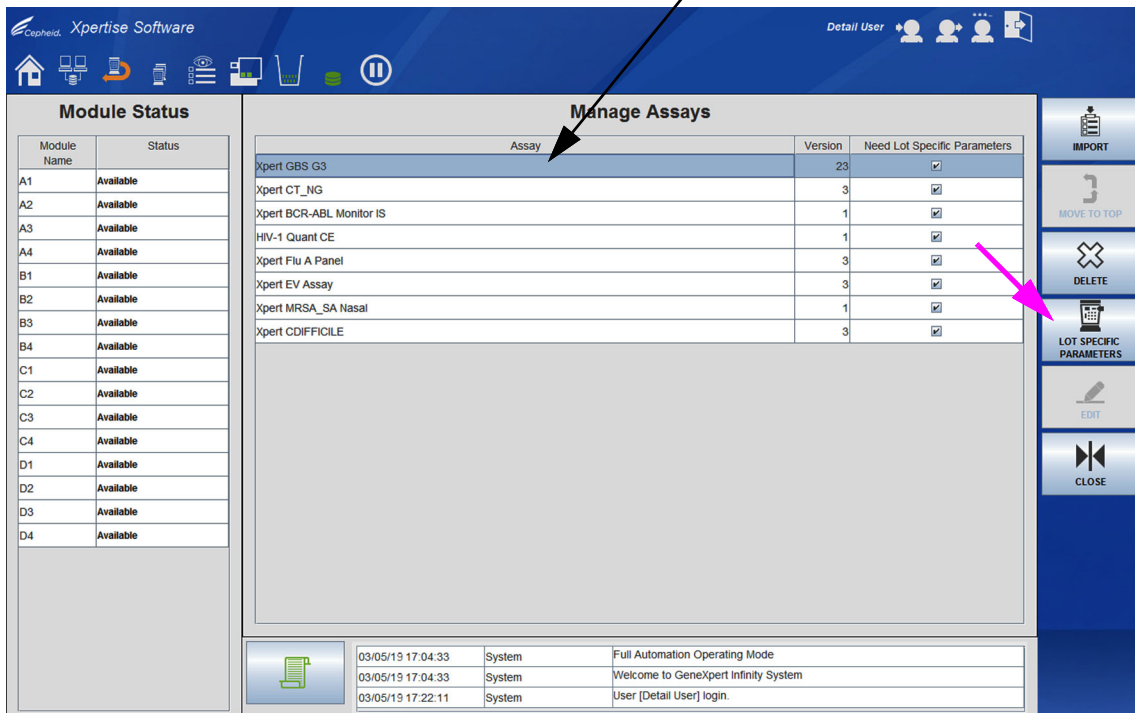
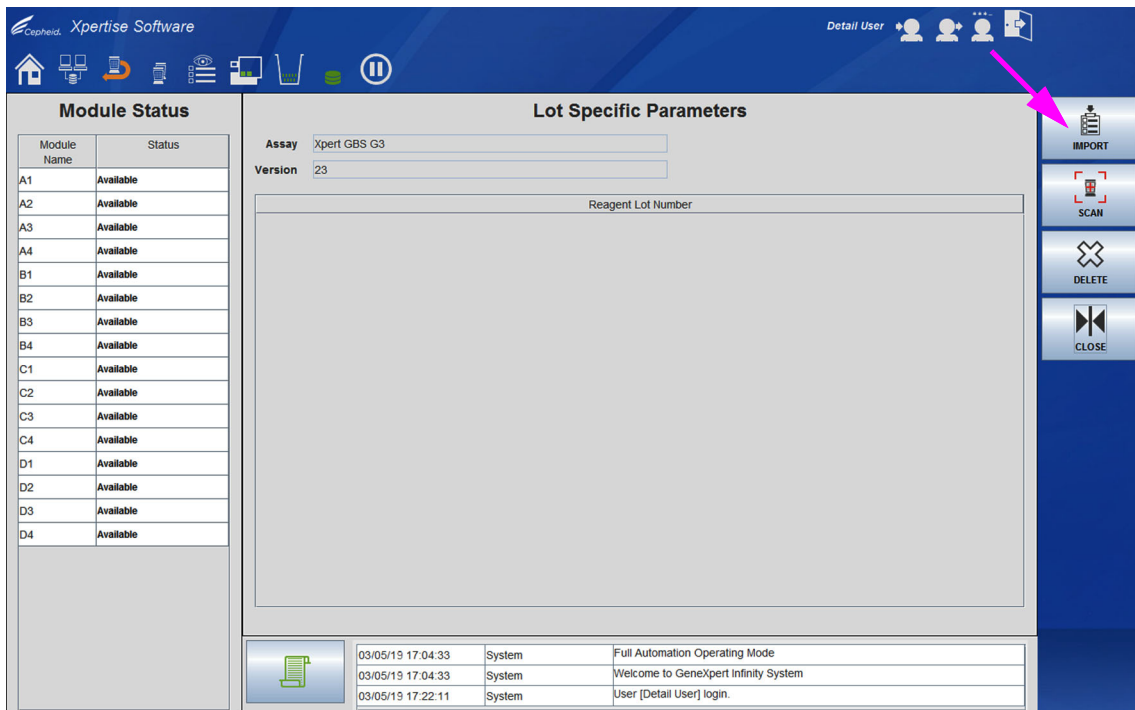

图 2-63. 管理检测法 (Manage Assays) 工作区
图 2-64. 特定批次参数 (Lot Specific Parameters) 工作区
1. 在管理检测法 (Manage Assays) 菜单（参见图 2-63），选择需要特定批次参数的检测法列表中的检测法名称。
2. 选择**特定批次参数 (LOT SPECIFIC PARAMETERS)** 按钮。请参见图 2-63。特定批次参数 (Lot Specific Parameters) 工作区会显示（参见图 2-64）。特定批次参数 (Lot Specific Parameters) 工作区将显示一系列当前为该检测法载入的特定参数文件，或如果有新的检测法，则不会显示任何特定批次参数。
3. 在特定批次参数 (Lot Specific Parameters) 工作区，选择**导入 (IMPORT)** 按钮（参见图 2-64）。
1. 在管理检测法 (Manage Assays) 菜单 (参见图 2-63), 在将删除的特定批次参数的检测法列表中选择检测法名称。